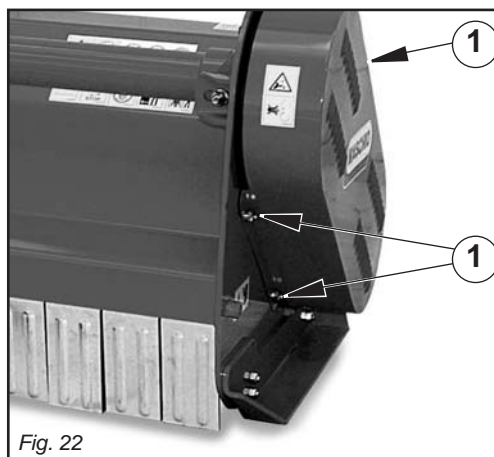

Fig. 22
- Togliere le viti che fissano il carter di protezione (1 Fig. 22), aprire il carter tirandolo verso l'esterno.
- Rimontare il carter, fissandolo con le relative viti tolte in precedenza (Fig. 22).
- Fjern skrueerne som holder beskyttelsesskærmen (1 Fig. 22) og åbn skærmen ved at trække den udad.
- Påmonter igen skærmen med møtrikkerne, som før blev fjernet (Fig. 22).